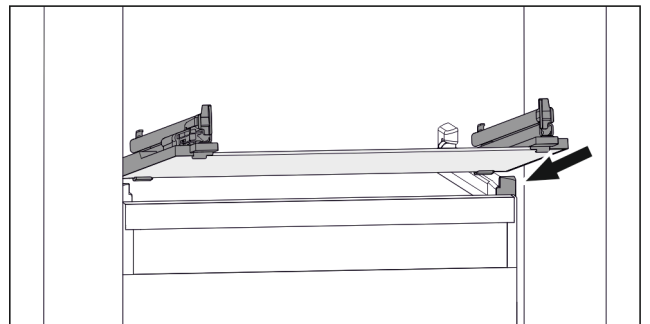

Fig. 122 Приблизне відображення скляної пластини
- ▶ Встановити скляну пластину за стопорами навкоси. (див. Fig. 122)